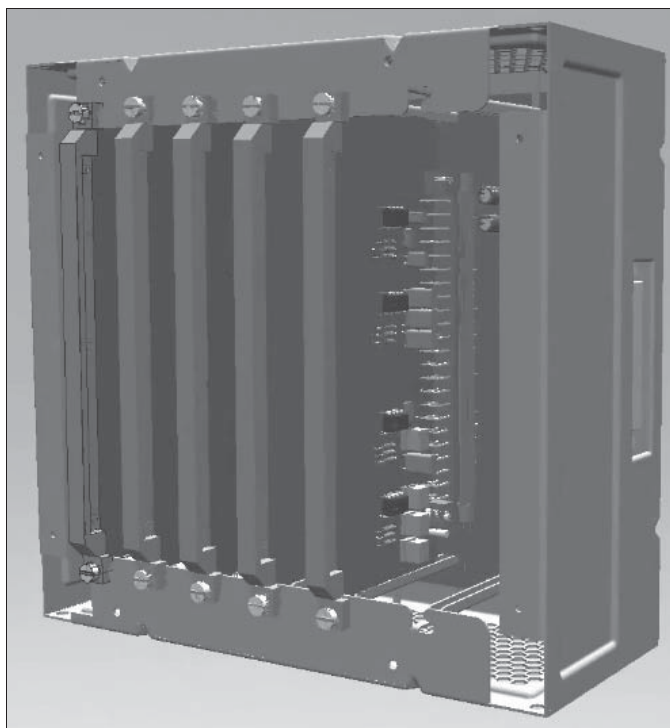

Рис. 9.18. Присоединение к сборке корпуса блока в STEP-формате
- ☐ **Insert STEP Part** — вставка продукта «машиностроительной» САПР, например корпуса блока в STEP-формате (рис. 9.18).